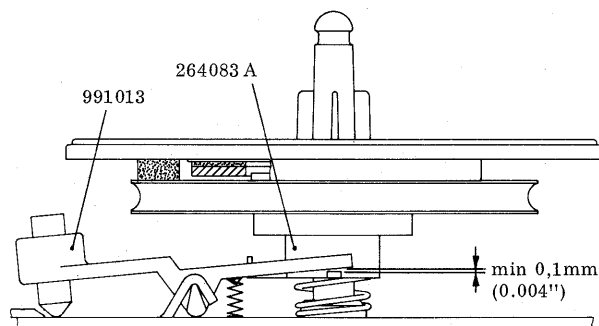

Fig. 2.4. Høyre spoletallerken (til app.nr.ca.2275 700). Klaring mellom hylsen 264083A og armen 991013.
Fremspolingskraften avleses i tabellen fig. 2.2, pos. 3. Hvis kraften avviker fra de spesifikasjoner som er angitt i tabellen, kontrollér trykket av fjæren 267373B, og skift den om nødvendig. Kontrollér videre at det er en klaring på min. 0,1 mm (0.004") mellom knastene på hylsen 264083A og armen 991013. Se fig. 2.4.